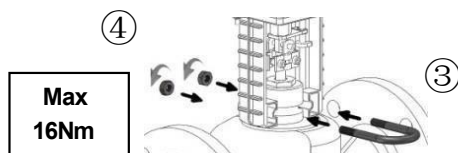

Рис. 7
- 3. Вставьте U-образный болт (Рис.7); Затем используйте две гайки М8, чтобы затянуть U-образный болт, максимальный крутящий момент затяжки гайки Max = 16 Нм. Инструмент для установки: фиксированный ключ с отверстием 13 мм